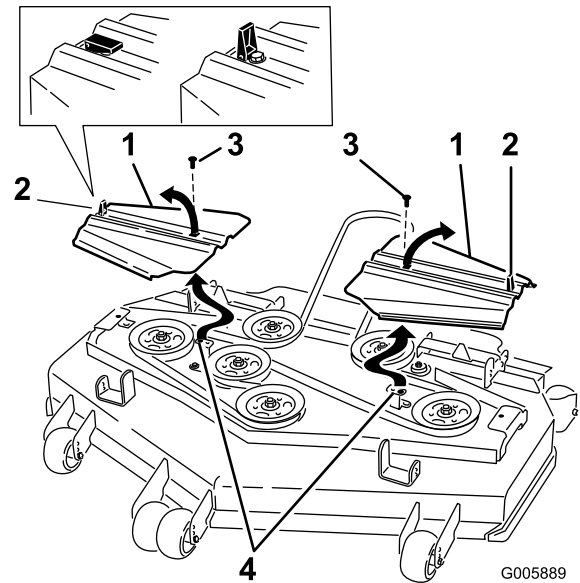

Bild 60
- Setzen Sie die Riemenabdeckungen auf. Die Laschen sollten in den Schlitten stecken. Setzen Sie die Schrauben und schließen Sie die Laschen (Bild 60).